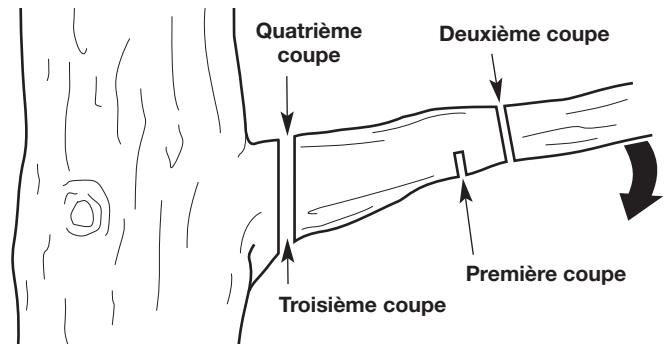

Fig. 34
1. Faites la première coupe à environ 15 cm (6 po) du tronc de l'arbre. Coupez vers le haut, à partir de la face inférieure de la branche. Utilisez le haut de la barre de guidage pour faire de cette coupe. Coupez jusqu'au tiers du diamètre de la branche (Fig. 34).
2. Faites la deuxième coupe de 5 à 10 cm (2 à 4 po) plus loin sur la branche. Coupez vers le bas, à partir de la face supérieure de la branche. Utilisez le bas de la barre de guidage pour faire de cette coupe. Coupez complètement la branche (Fig. 34).
3. Faites la troisième coupe aussi près du tronc d'arbre que possible. Coupez vers le haut, à partir de la face inférieure de la souche. Utilisez le haut de la barre de guidage pour faire de cette coupe. Coupez jusqu'au tiers du diamètre de la branche (Fig. 34).
4. Faites la quatrième coupe directement au-dessus de la troisième coupe. Coupez vers le bas, à partir de la face supérieure de la souche. Utilisez le bas de la barre de guidage pour faire de cette coupe. Coupez complètement la branche afin d'aller rejoindre la troisième coupe (Fig. 34). Cela supprimera la souche.